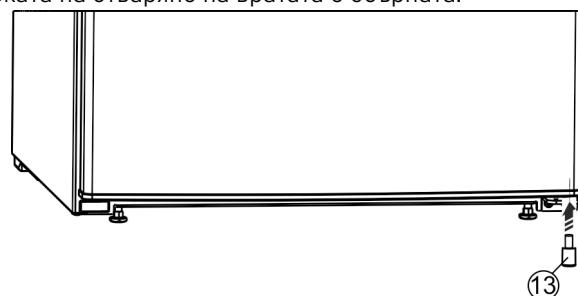

Fig. 26 \*
- ▶ Поставете отново дистанционния елемент Fig. 26 (13) долу вдясно във вратата, защото това е важно за стабилността на уреда.\*